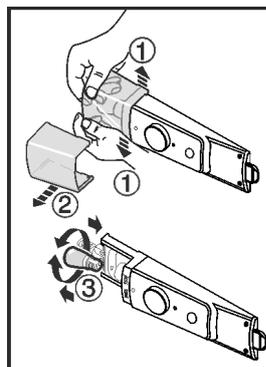

Fig. 10
- ▶ Lampenabdeckung nach Abbildung, innen, im vorderen Bereich auseinanderdrücken Fig. 10 (1) und zur Seite abziehen Fig. 10 (2).
- ▶ Die Lampe austauschen. Fig. 10 (3)